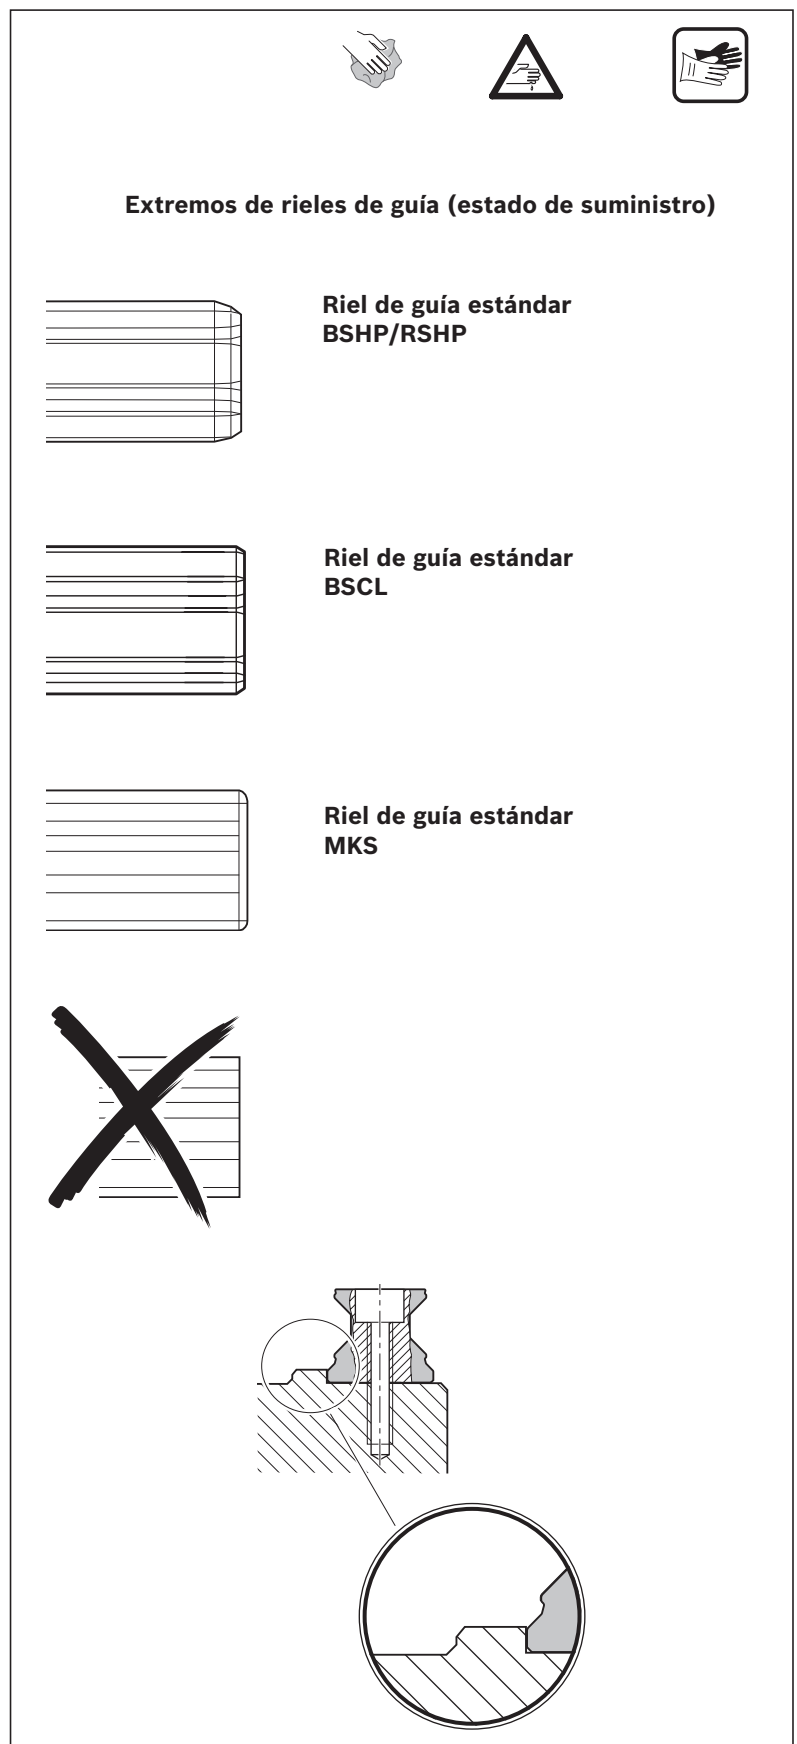

Fig. 11: Preparación de los rieles de guía
- ▶ En caso de envíos de rieles de guía BSHP/RSHP con longitudes estándar/ unidades de embalaje, es necesario achaflanar los extremos de los rieles según la fig. 11.